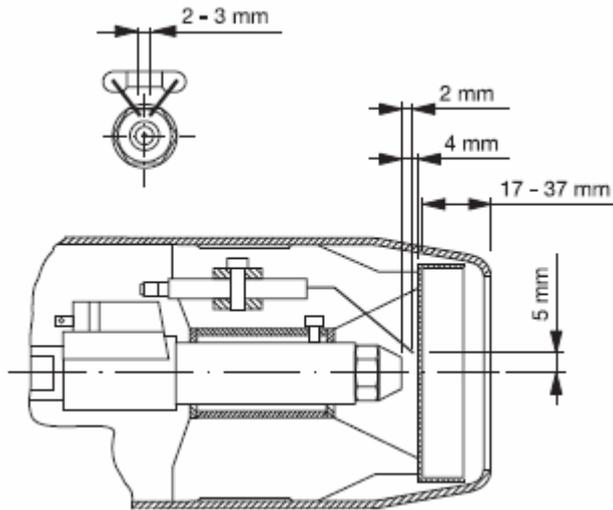

Рисунок 10
- Для получения информации о зазорах между дефлектором и форсункой см. рис. 10.- Настройки электродов зажигания необходимо будет проверить и отрегулировать (см. рис. 10).